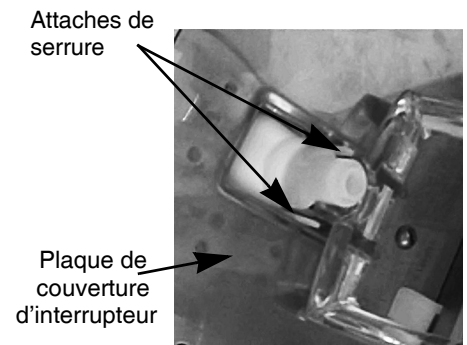

Figure 3.
1. Pousser la poignée vers le haut dans le trou rectangulaire sur la plaque de couvercle de l'interrupteur comme représenté sur la Figure 3.